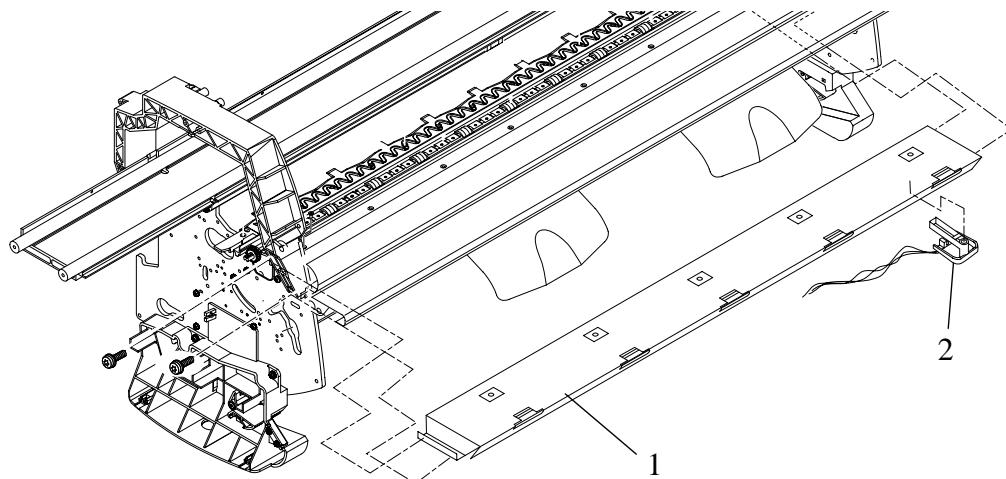

図 25: メディア センサ
- 2 センタ ガイド(部品1)の下からメディア センサ(部品2)を慎重に取り外します(図25参照)。